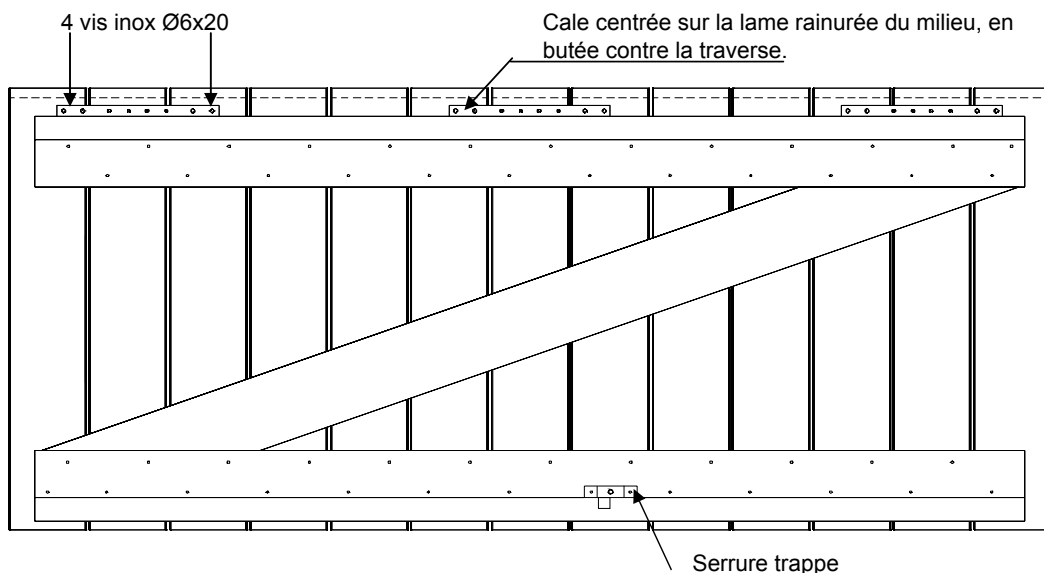

Figure 55 :
e) Visser les cales sur les trappes. (voir fig. 55)